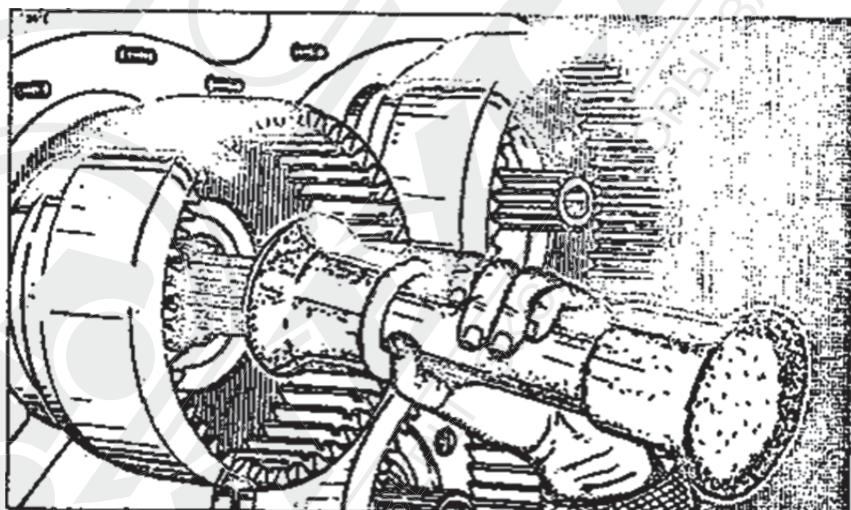

Рис. 2-17. Выбивка валиков I,II,III,IV со стороны муфты с помощью медного пуансона.
4. медного пулансона, ударяя со стороны муфт /как на рис. 2-17/.